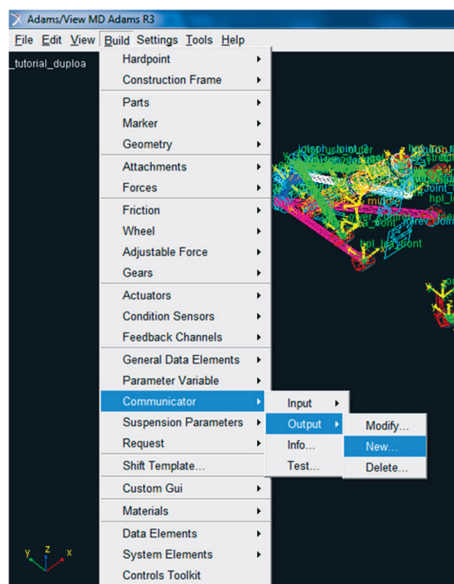

Figura 5.149 – Criando um *Communicator* do tipo *Output*.
- Acesse o menu *Build* → *Communicator* → *Output New* (Figura 5.149). Este *Communicator* fará a comunicação entre o *General Part* “*Upright*” (cubo de roda) e o subsistema roda.